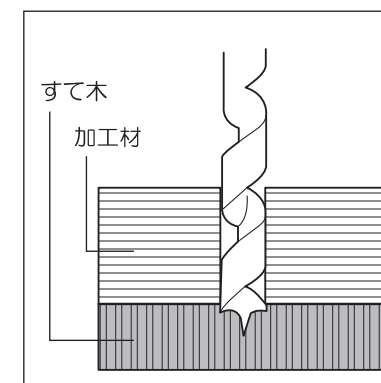

図5
- 裏側に不要な木材(すて木)を当て、一緒に穴をあけると裏側もきれいに仕上がります。(図5参照)